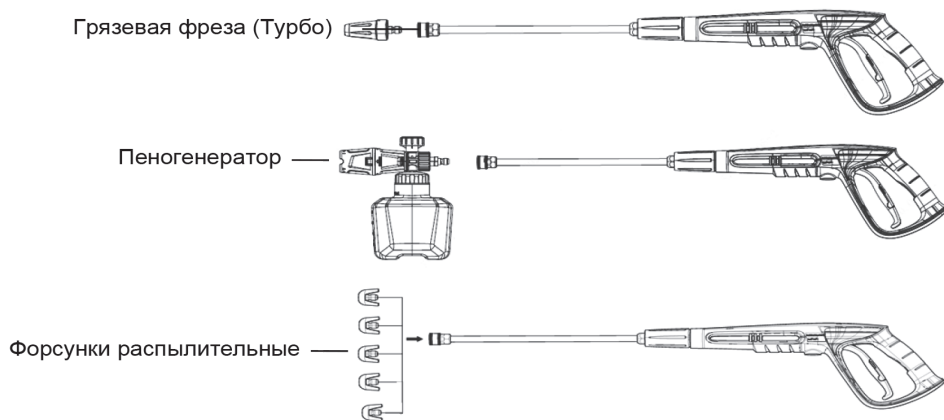

Рис. 15
9. Установите на удлинительную насадку пистолета распылительную насадку в зависимости от вида выполняемых работ. В комплекте с мойкой поставляется: 4 форсунки с углом распыления 0°, 15°, 25°, 40°; форсунка для распыления моющего средства (только для моделей со встроенным бачком для моющего средства HPW 3000IF, HPW 3000IFR); насадка «грязевая фреза» (Турбо); пеногенератор (Рис. 15).
Мойка высокого давления может использоваться для бесконтактной мойки активной пеной с применением специального моющего средства. Для этого необходимо установить вместо форсунки на удлинительную насадку пистолета пеногенератор (поставляется в комплекте). Рис. 15.